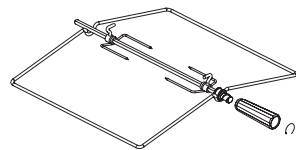
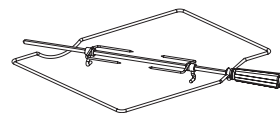

рис. 10
рис. 11
**Внимание!** Во избежании перегрева и разрушения стеклокерамического стола используйте посуду с ровным дном и размером соответствующим диаметру зоны нагрева. Запрещается использовать посуду с изогнутым дном и диаметром посуды меньше диаметра зоны нагрева. Запрещается устанавливать посуду со смещением относительно зоны нагрева. (рис.10).
- Плиты комплектуются вертелом со съемной рукояткой (рис.10). В зависимости от комфортности, плиты могут комплектоваться вертелами другого исполнения (рис.11). При установке и извлечении использовать рукоятку, которая накручивается на резьбовую втулку.